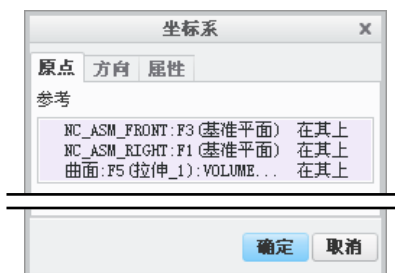
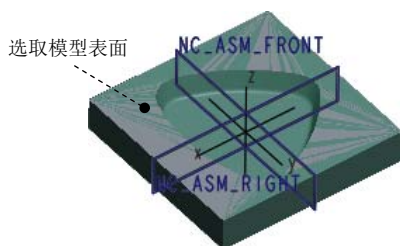

图 19.2.10 “坐标系”对话框
图 19.2.11 选取参照平面
Step5. 机床坐标系设置。在“设置：操作”操控板单击“基准”按钮，在弹出的菜单中选择 命令，系统弹出图 19.2.10 所示的“坐标系”对话框。然后依次选择 NC_ASM_FRONT、NC_ASM_RIGHT 和图 19.2.11 所示的模型表面作为创建坐标系的三个参照平面，单击